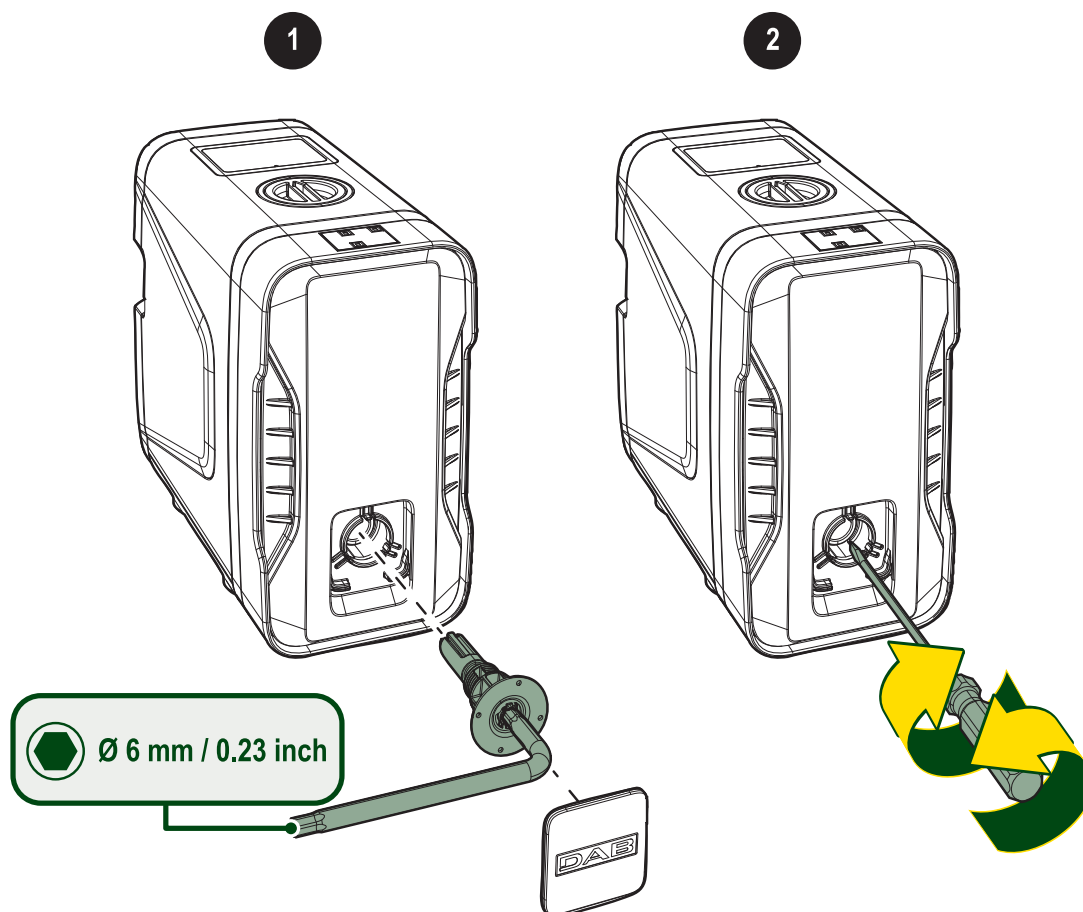

Fig. 22 Acces ax motor
- folosind accesoriul-cheie, îndepărtați dopul (a se vedea **Fig. 22 Curățarea supapei antiretur**);